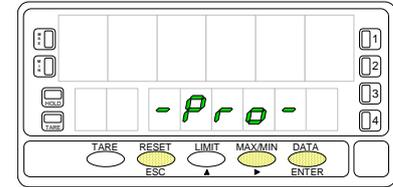

Fig. 13.1. Accès au mode programmation
- Par **ENTER**, accéder au mode programmation (indication "-Pro-" sur affichage secondaire selon fig. 13.1).